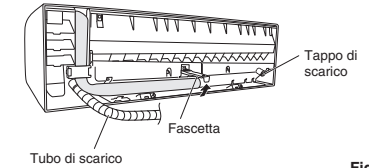

Fig. 3-99
- (a) Individuare innanzi tutto il tubo e il tappo di scarico. (Fig. 3-99)
- (b) Rimuovere le viti che fissano il tubo di scarico sul lato destro e quindi il tubo stesso. (Fig. 3-99)